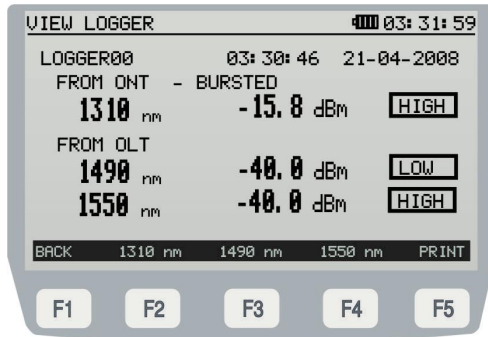

Figure 14.- Screen général Logger.
- VIEW [F3] :** Permet de lire les données contenues dans le Logger sélectionné (voir Figure 14 et 15).